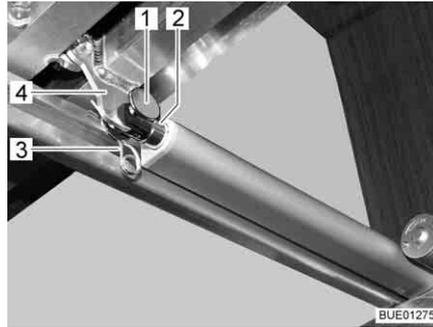

Fig. 116 Accionamiento
- Separar la unión (p. ej. perno y pasador elástico (Fig. 116,1 y 3)) entre la biela (Fig. 116,2) y el somier (Fig. 116,4).